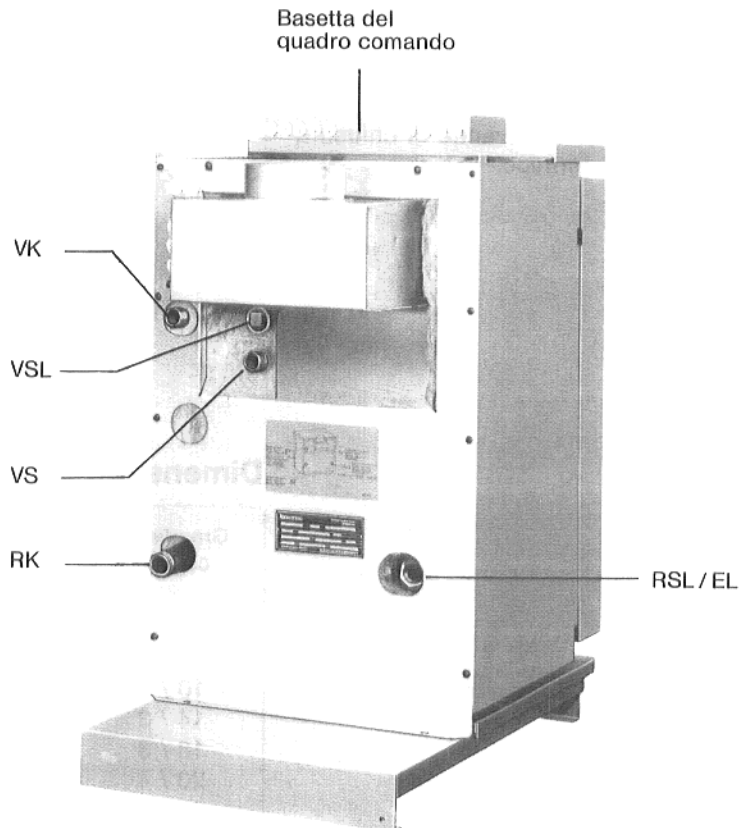

Fig. 5
- Collegare la caldaia alle tubazioni dell'impianto (attacchi vedi figure 5).
2. Avvitare la basetta del quadro comando al coperchio anteriore del mantello caldaia (Fig. 5 e 6).